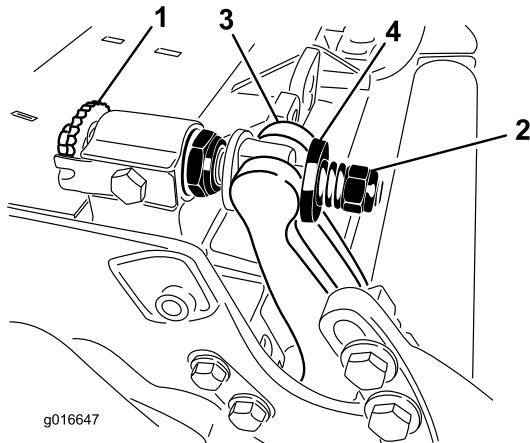

Bild 26
1. Drehen Sie die Einstellschrauben des Untermesserträgers nach links, um den Abstand zwischen Untermesser und Spindel zu vergrößern (Bild 26).
2. Drehen Sie die Federspannungsmutter so weit hinaus, bis die Scheibe nicht mehr gegen den Untermesserträger angespannt ist (Bild 26).